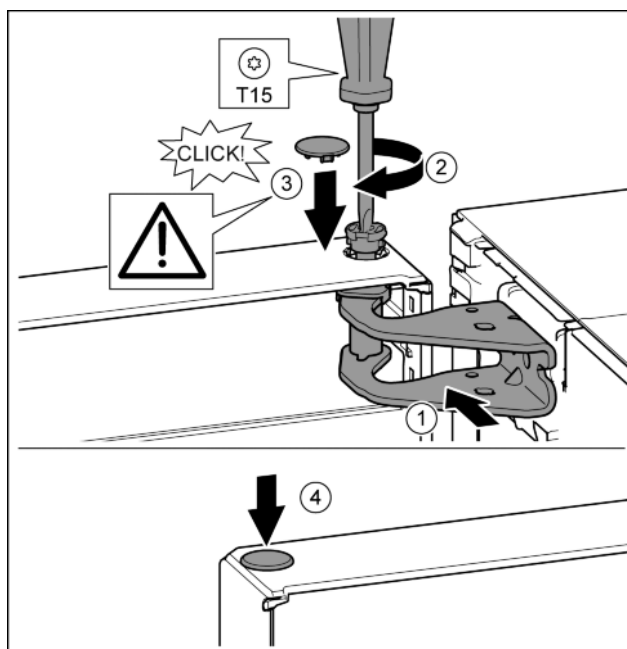

Fig. 19
- Дверь сверху выровнять по отверстию в опорном кронштейне. Fig. 19 (1)
- Вставить палец и затянуть отверткой T15. Fig. 19 (2)
- Установить предохранительную крышку для защиты двери: вставить предохранительную крышку и проверить, прилегает ли она к двери. В ином случае вставить палец полностью. Fig. 19 (3)
- Вставить заглушку. Fig. 19 (4)